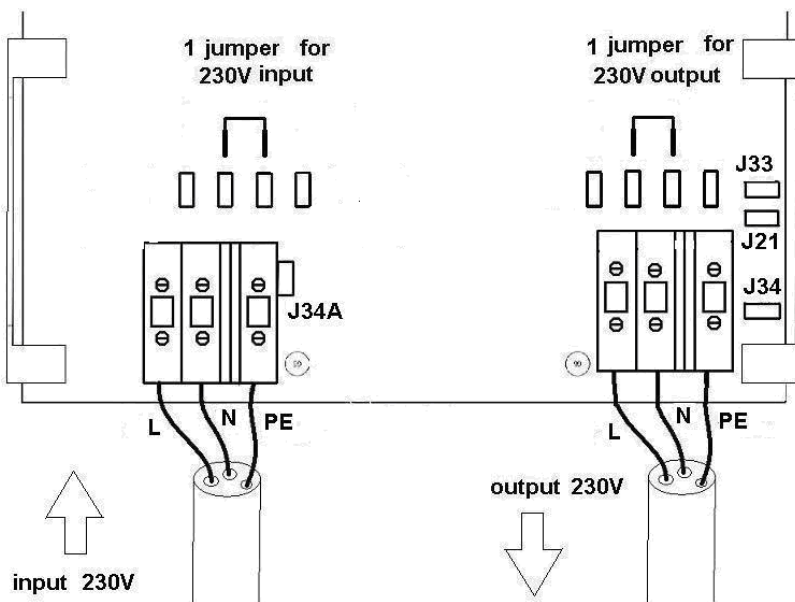

Figure 2: configuration des cavaliers pour des tensions d'entrée et/ou de sortie 230/240 V
2.2.2 Pour des tensions d'entrée et/ou de sortie 230/240 V, configurer les cavaliers-poussoirs comme illustré à la figure 2.